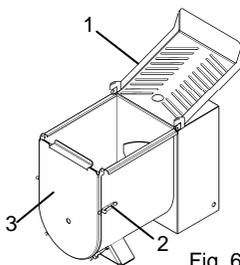

Fig. 6.3.2
- Ouvrir les charnières "2" Fig. 6.3.2 de telle sorte que le portillon se débloque "3" Fig. 6.3.2